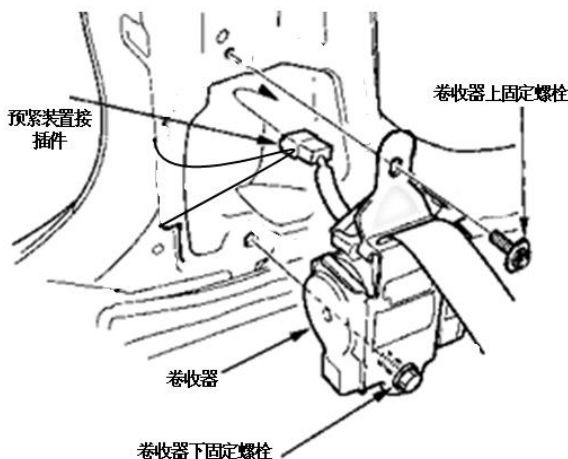

图 1-3
6、拆除预紧装置接插件, 然后拆除卷收器上固定螺栓和卷收器下固定螺栓, 拆除卷收器。卷收器上固定螺栓拧紧力矩 12N.m, 卷收器下固定螺栓拧紧力矩 42N.m (图 1-3)。